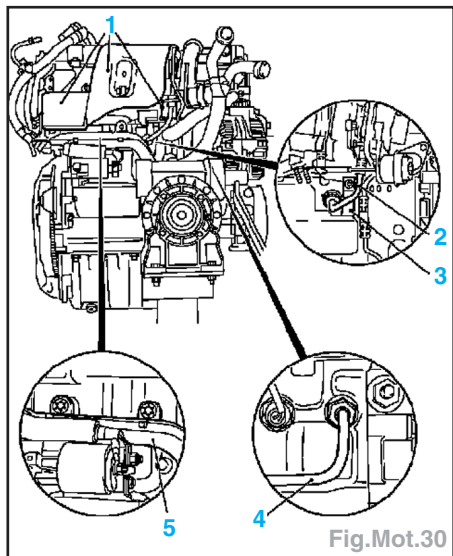

Fig.Mot.30
- Débrancher la fiche de faisceau de câbles (4) des bougies de préchauffage à l'aide de l'outil KM-717.
- Enlever les vis de fixation (2) et (3) de la conduite de câbles (5) et mettre de côté la conduite.
- Déposer les tôles calorifuges du turbo-compresseur (1) (Fig.Mot.30).